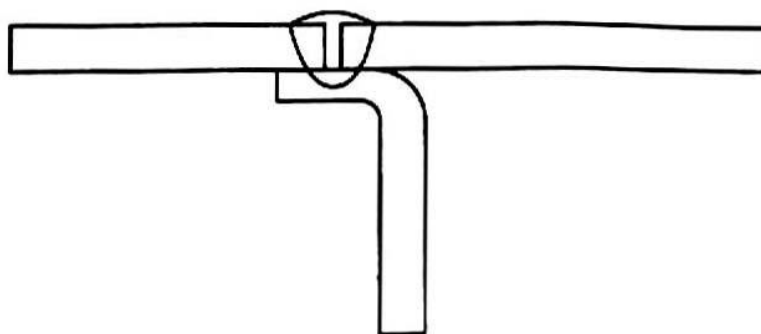

图 35 单个焊接接头连接三部分结构的示意
④ 有时采用单个焊接接头可以同时焊接三部分焊接结构（如图 35 所示），上部两板的间隙可以使三部分结构充分熔合。